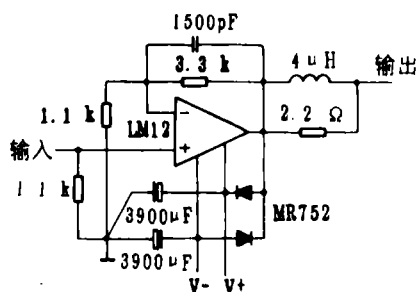

图 2
1. **音频放大器** 见图2,本电路谐波失真为0.01%,负载阻抗为4Ω。